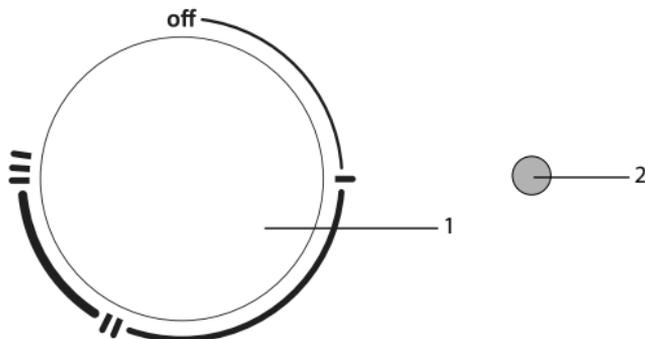

Рис. 4
3. Поверните ручку термостата (см. рис. 4) по часовой стрелке и установите желаемую температуру нагрева воды. Температуру нагрева воды можно установить в диапазоне от +35 °C (± 5 °C) до +70 °C (± 5 °C) (крайнее правое положение ручки термостата). Для уменьшения температуры нагрева воды поверните ручку термостата против часовой стрелки.